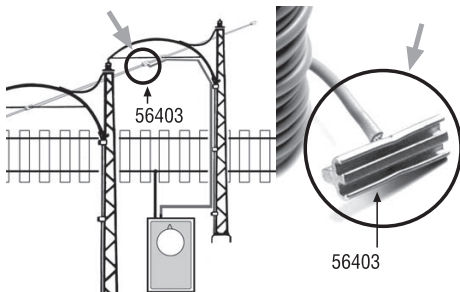

Abb. 5, Fig. 5, afb. 5
- Voor elk te overspannen spoor een houder met het gat naar beneden op de dwarsverbinding schuiven (afb.5)